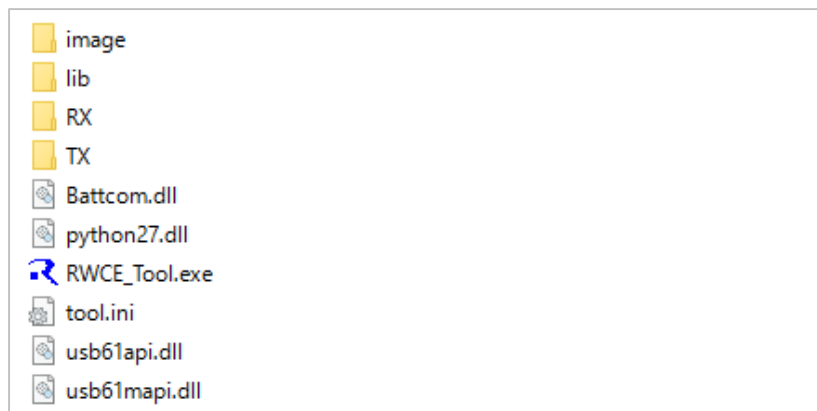

図1.7 制御ツール解凍後のフォルダ内表示
- ・ 解凍したフォルダ内(図1.7)にある“RWCE_Tool.exe”を実行するとツールが起動します。